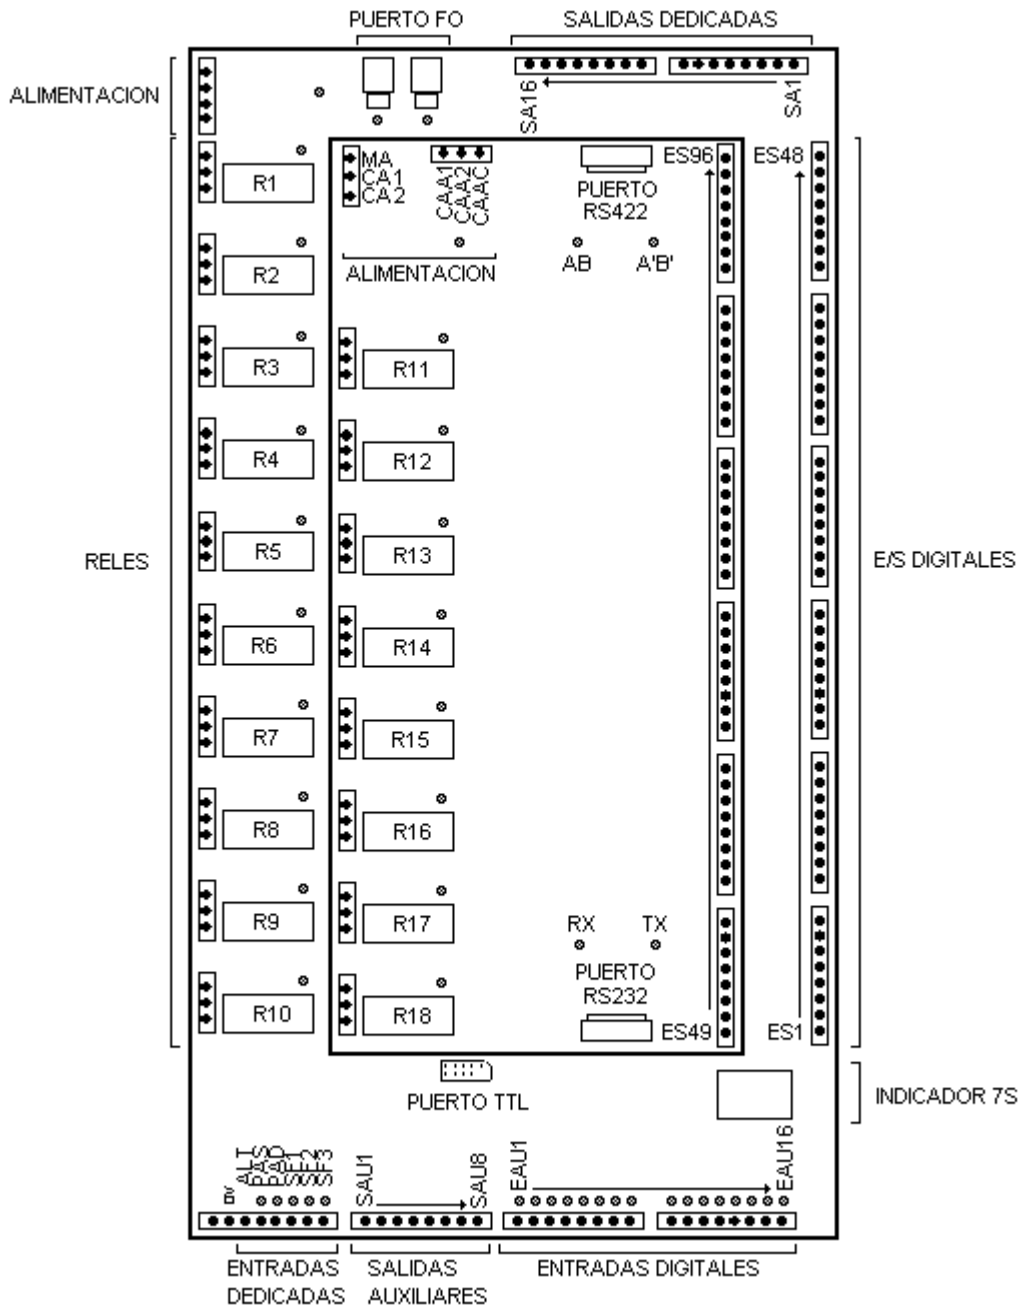

Figura 45
1. Conectar la placa EXP51FB a un controlador CEA51FB (Figura 45)
7. Tomando como referencia la Figura 45, se debe verificar que la EXP51FB activa las salidas según la Tabla 11